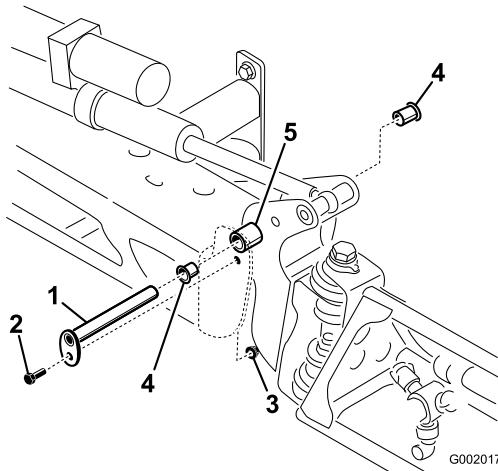

Figura 73
3. Quando il peso della barra è supportato, togliete il bullone e il dado che fissano il perno di articolazione nel gruppo barra (Figura 73). Togliete il perno di articolazione.
5. Togliete le boccole di nylon dal lato frontale e posteriore della staffa orientabile e controllate (Figura 73). Sostituite le boccole avariate.
7. Montate la barra e la staffa orientabile nel telaio centrale, allineando i fori (Figura 73).